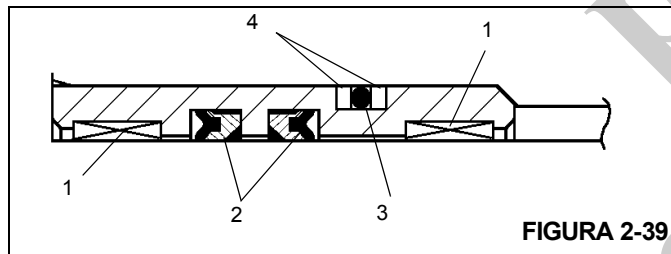

FIGURA 2-39
2. Instale o anel de vedação e os anéis de encosto na parte externa do retentor de vedação e as vedações da haste em Z alta e anéis de desgaste na parte interna do retentor de vedação Figura 2-39.